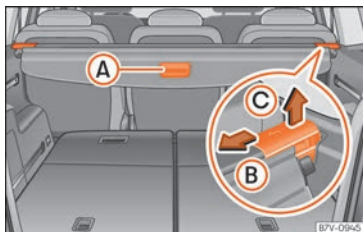

Fig. 168 Nel bagagliaio: ripiano del bagagliaio.
- Tirare leggermente all'indietro la maniglia del ripiano » » » fig. 168 (A).
- Sbloccare il ripiano nel senso della freccia » » » fig. 168 (B).
- Premere il ripiano nel senso indicato dalla freccia »» **fig. 168 B**.
- Sbloccare il ripiano nel senso indicato dalla freccia »» **fig. 168 B** e sollevarlo nel senso indicato dalla freccia **C**.